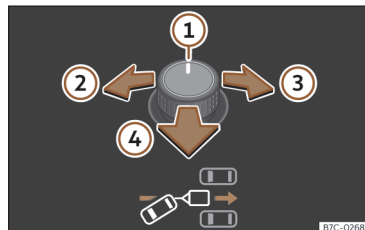
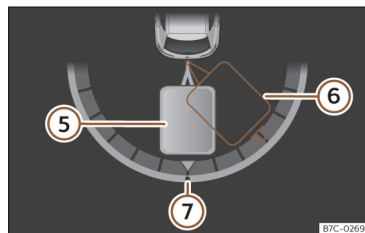

Fig. 142 Comando giratório dos retrovisores exteriores: ajustar o ângulo do reboque.
Fig. 143 Ecrã do painel de instrumentos: na marcha-atrás.
Legenda da >>> **Fig. 142**, >>> **Fig. 143**:
- Rode o comando giratório até atingir a direção desejada >>> **Fig. 142.** No ecrã do painel de instrumentos aparece, a modo de orientação, uma representação do conjunto veículo trator e reboque na posição atual >>> **Fig. 143.**